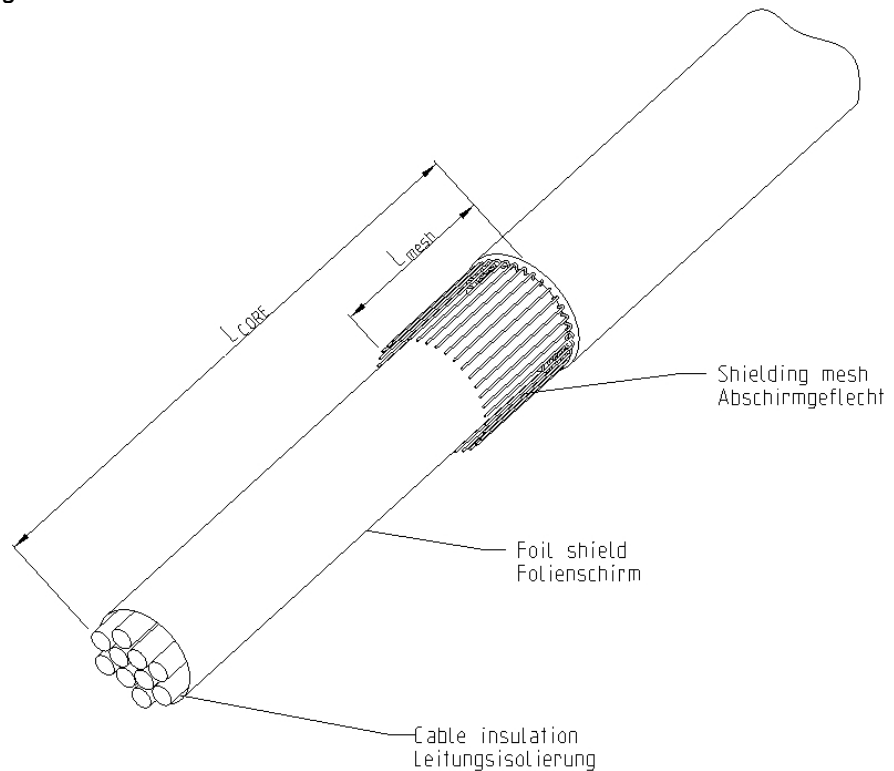

Fig.2 / Bild 2
- **Remove cable insulation (e.) to length L_{Core} ±1mm (Fig. 2)**
Mantelisolierung (e.) auf Länge L_{Core} ±1mm entfernen (Bild 2)
- **Cut shielding mesh (d.) to size L_{mesch} 8±1mm (Fig. 2)**
Abschirmgeflecht (d.) auf Maß L_{mesch} 8±1mm kürzen (Bild 2)